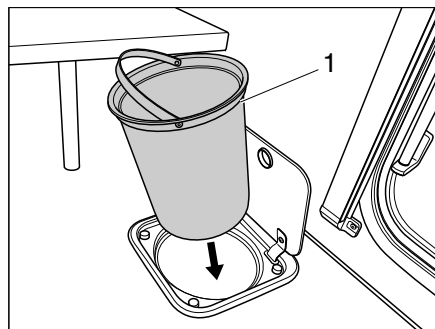

Fig. 155 Poubelle de la cuisine
- Retirer la poubelle (Fig. 155,1) par l'anse et la vider conformément aux prescriptions en vigueur.